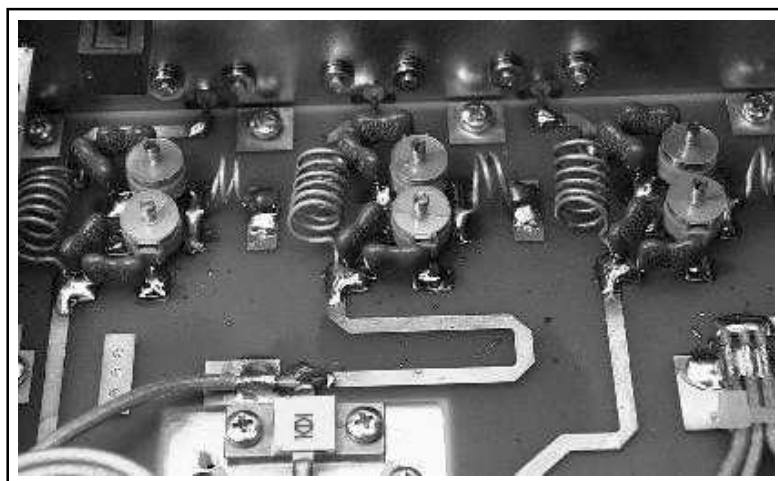

Figura 9.1
- 5) Regolare tutte le capacità variabili in una posizione intermedia (Figura 9.1).